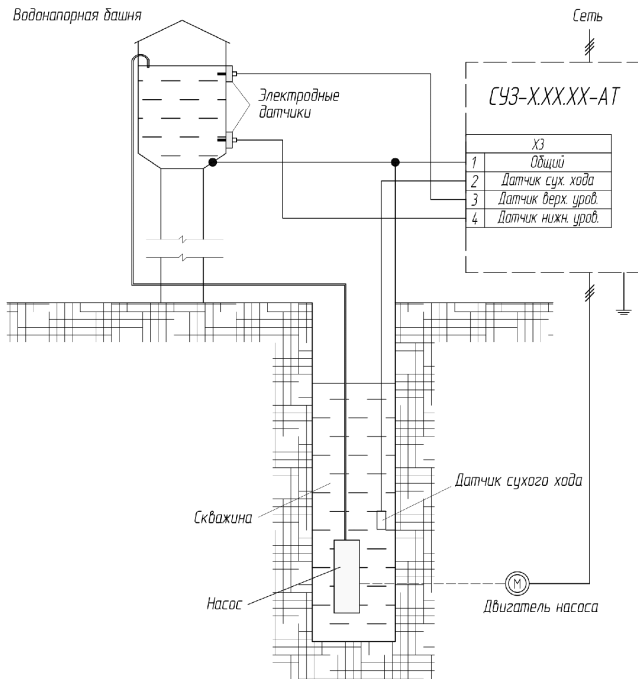

Рисунок 8.1 – Подключение в режиме заполнения
6.3 Заземлить корпус устройства. Электромонтаж произвести согласно рисунку 6.1 и схеме электрической принципиальной в зависимости от типа установки (рис.8.1, 8.2, 8.3, 8.4). Провода фаз А, В, С питающего кабеля подключить к клеммам автоматического выключателя QF1, провод N подключить к нейтральной шине шкафа СУЗ. **Подключение нейтрали обязательно!** Кабель питания электродвигателя насоса подключить к клеммам пускателя К1. **Для работы контроля изоляции двигателя необходимо убедиться, что к выходной клемме фазы А пускателя К1 совместно с проводом питания двигателя подключен провод с маркировкой «U» и нейтраль двигателя соединена с шиной нейтрали СУЗ.**
8.1 Автоматическое управление по уровню. Наполнение емкости. (Рисунок 8.1)